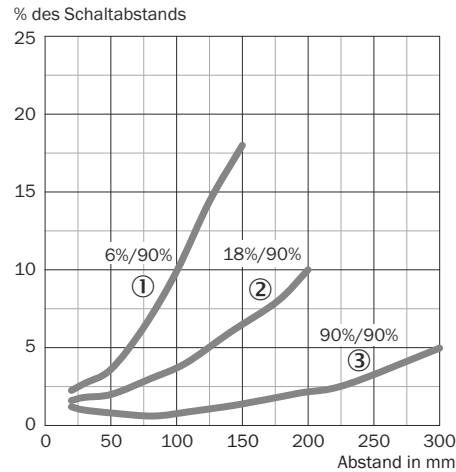

Abbildung 9: HTB18, % des Schaltabstands
Die Einsatzbedingungen prüfen: Den Schaltabstand und den Abstand zum Objekt oder Hintergrund sowie die Remissionsfähigkeit des Objekts gemäß dem entsprechenden Diagramm anpassen siehe [Abbildung 9] ( $x$  = Schaltabstand,  $y$  = Übergangsbereich zwischen eingestelltem Schaltabstand und Hintergrundausblendung in % des Schaltabstands (Objektremission/Hintergrundremission)). Remission: 6 % = schwarz ①, 18 % = grau ②, 90 % = weiß ③ (Standardweiß nach DIN 5033). Es wird empfohlen, die Anpassungen mit einem Objekt mit geringer Remission vorzunehmen.
Der Mindestabstand (=  $y$ ) für die Hintergrundausblendung kann anhand des Diagramms [Abbildung 9 ①] wie folgt bestimmt werden: